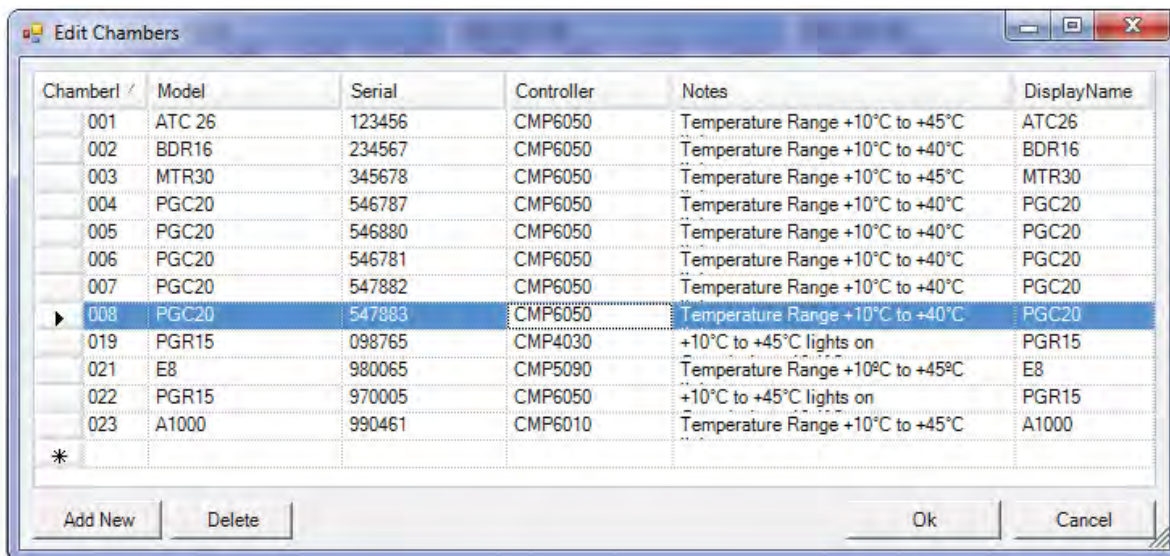

Abbildung 2.11: Kammerbearbeitungsdialog
6. Sie können einen Datensatz im Fenster Kammern bearbeiten [Edit Chambers] bearbeiten, indem Sie den Eintrag auswählen und die neue Information eintippen, siehe Abbildung 2.11: Kammerbearbeitungsdialog.